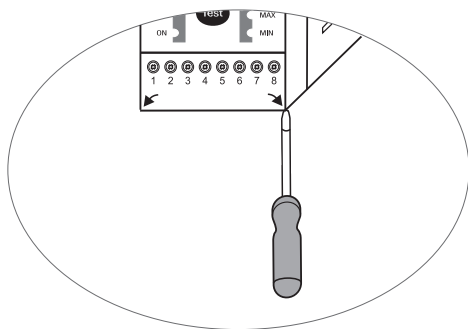

Fig. 11
- Retirer les borniers supérieur et inférieur **Fig. 11**